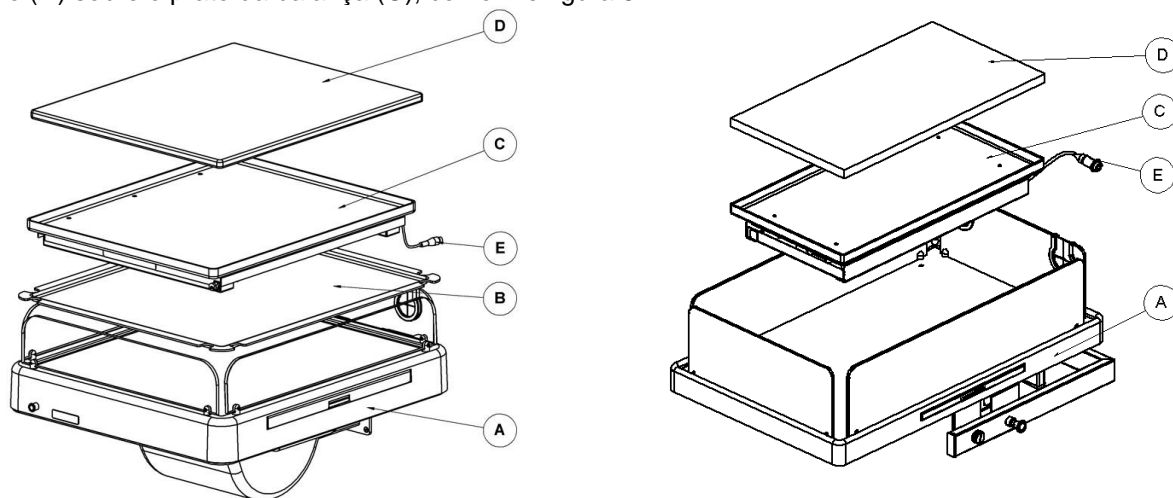

Figura 67 – Instalação da Balança
- Instalar o prato da balança (C) sobre a bandeja do colchão (B), que está sobre o leito do RN (A) colocar o colchão (D) sobre o prato da balança (C), conforme figura 67.